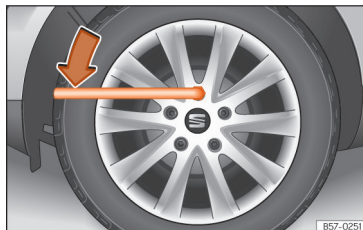

Abb. 240 Radwechsel: Radschrauben lockern
- Radschlüssel bis zum Anschlag auf die Radschraube schieben >>> [Abb. 240].